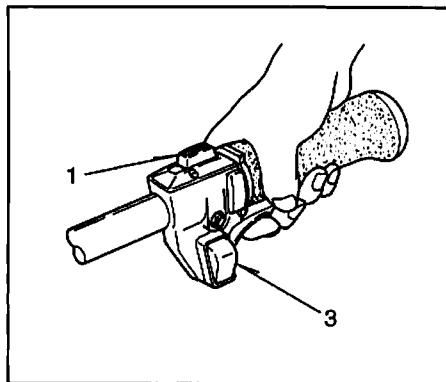
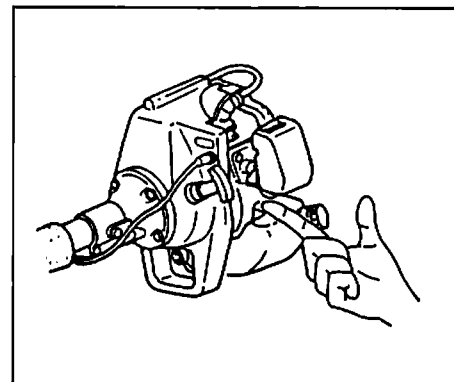

Fig. 2-2
Fig. 2-2C
**En Starting (Fig. 2-2, 2B)**
1. Set stop switch (1) to ON position.
- \* Push priming bulb several times so that fuel flows through bulb into carburetor. (If so equipped)(Fig. 2-2C)
2. With the safety lever (2) pressed if so equipped, pull throttle trigger and push lock button (3), then slowly release the throttle trigger first, then the safety lever. This will lock the throttle in starting position.
**Fr Démarrage (Fig. 2-2, 2B)**
1. Régler le bouton d'arrêt (1) sur la position ON (marche).
- \* Presser la poire d'amorçage à plusieurs reprises pour que le carburant puisse s'écouler de la poire dans le carburateur (S'il en est muni)(Fig. 2-2C)
2. Tout en appuyant sur le levier de sécurité (2) si il en est muni, tirer la manette de commande des gaz et appuyer sur le bouton de blocage (3). Relâcher ensuite lentement la manette de commande des gaz en premier, puis le levier de sécurité. Ceci bloquera le papillon de commande des gaz sur la position de départ.
**It Avviamento (Fig. 2-2, 2B)**
1. Spostare l'interruttore di arresto (1) su ON.
- \* Premere ripetutamente il bulbo della pompa di adescamento per far affluire la miscela al carburatore attraverso il bulbo (se la macchina ne è fornita). (Fig. 2-2C)
2. Premendo sul salvavita (2) se la macchina ne è fornita, tirare la leva dell'acceleratore e premere il pulsante di blocco (3), quindi rilasciare lentamente prima la leva dell'acceleratore e poi il salvavita. La leva dell'acceleratore rimane così bloccata in posizione di avviamento.
Ge Anlassen (Fig. 2-2, 2B)
1. Den Schalter (1) auf ON stellen.
- \* Die Ansaugpumpe (falls vorhanden) mehrmals betätigen, damit Kraftstoff durch die Pumpe in den Vergaser fließt. (Fig. 2-2C)
2. Bei gedrücktem Sicherheitshebel (2) falls vorhanden den Gashebel anziehen und dann den Sperknopf (3) drücken. Danach langsam zuerst den Gashebel, dann den Sicherheitshebel loslassen. Dadurch wird die Drosselklappe in Startposition eingestellt.
Sw Start (Fig. 2-2, 2B)
1. Skjut kortslutningskontakten (1) till ON.
- \* Pumpa på handpumpens blåsa tills bränslet strömmar in i förgasaren om sådaufinns. (Fig. 2-2C)
2. Tryck ner säkerhetsspärren (2), om sådanafinns drag in gasreglaget och tryck ner låsknappen (3). Släpp därefter först gasreglaget och sedan säkerhetsspärren. Nu är gasreglaget spärrat i startläge.
Sp Arranque (Fig. 2-2, 2B)
1. Poner el interruptor de parada (1) en posición activada ON.
- \* Empujar varias veces el bulbo cebador de manera que el combustible fluya a través del bulbo hacia el carburador. (Si está provista)(Fig. 2-2C)
2. Con la palanca de seguridad (2) presionada si está provista, tirar de la palanquita del acelerador y empujar el botón de bloqueo (3), soltar después lentamente el acelerador. Se bloqueará así el acelerador en la posición de arranque.